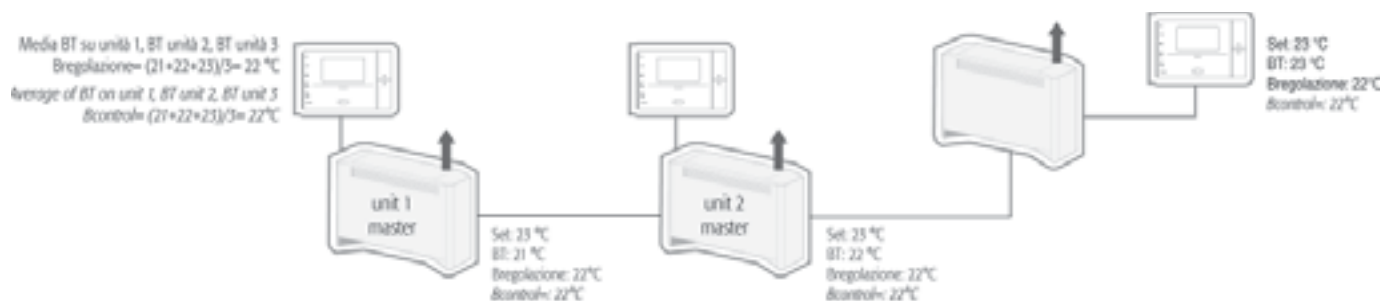

Fig. 5.2
- LOGICA 4: Il master propaga ON/OFF, ECONOMY/SLEEP e sonda di regolazione; sugli slave è possibile modificare tutte le funzionalità rimanenti. La sonda di regolazione è ottenuta come media delle sonde (B1 o BT) di tutti gli slave di zona. Utile nel caso si voglia privilegiare la regolazione della temperatura media di un ambiente piuttosto che la regolazione puntuale (vedi Fig. 5.2).
- LOGIC 4: The master propagates ON/OFF, ECONOMY/SLEEP and control probe; all the remaining functions can be modified on the slaves. The control probe reading is the average of the probes (B1 or BT) on all the slaves in the zone. Useful for giving priority to control of the average temperature in an environment rather than single point control (see Fig. 5.2).